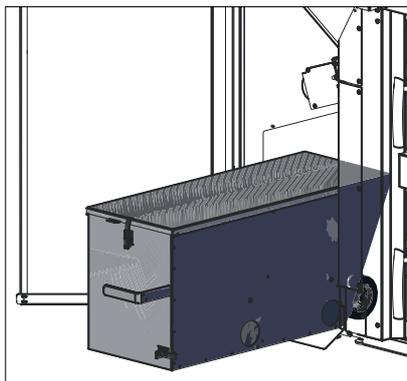

Fig. 33 Pousser un peu le réservoir vers la gauche et le sortir
- ▶ Pousser un peu le réservoir vers la gauche et le sortir – Fig. 33.